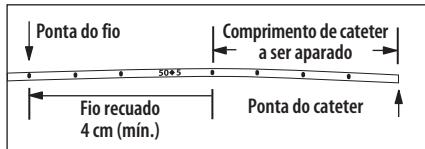

Figura 2
8. Faça recuar o fio de colocação/estilete rígido através do septo para que o fio recue 4 cm, no mínimo, para trás do local onde o cateter foi cortado (ver Figura 2).